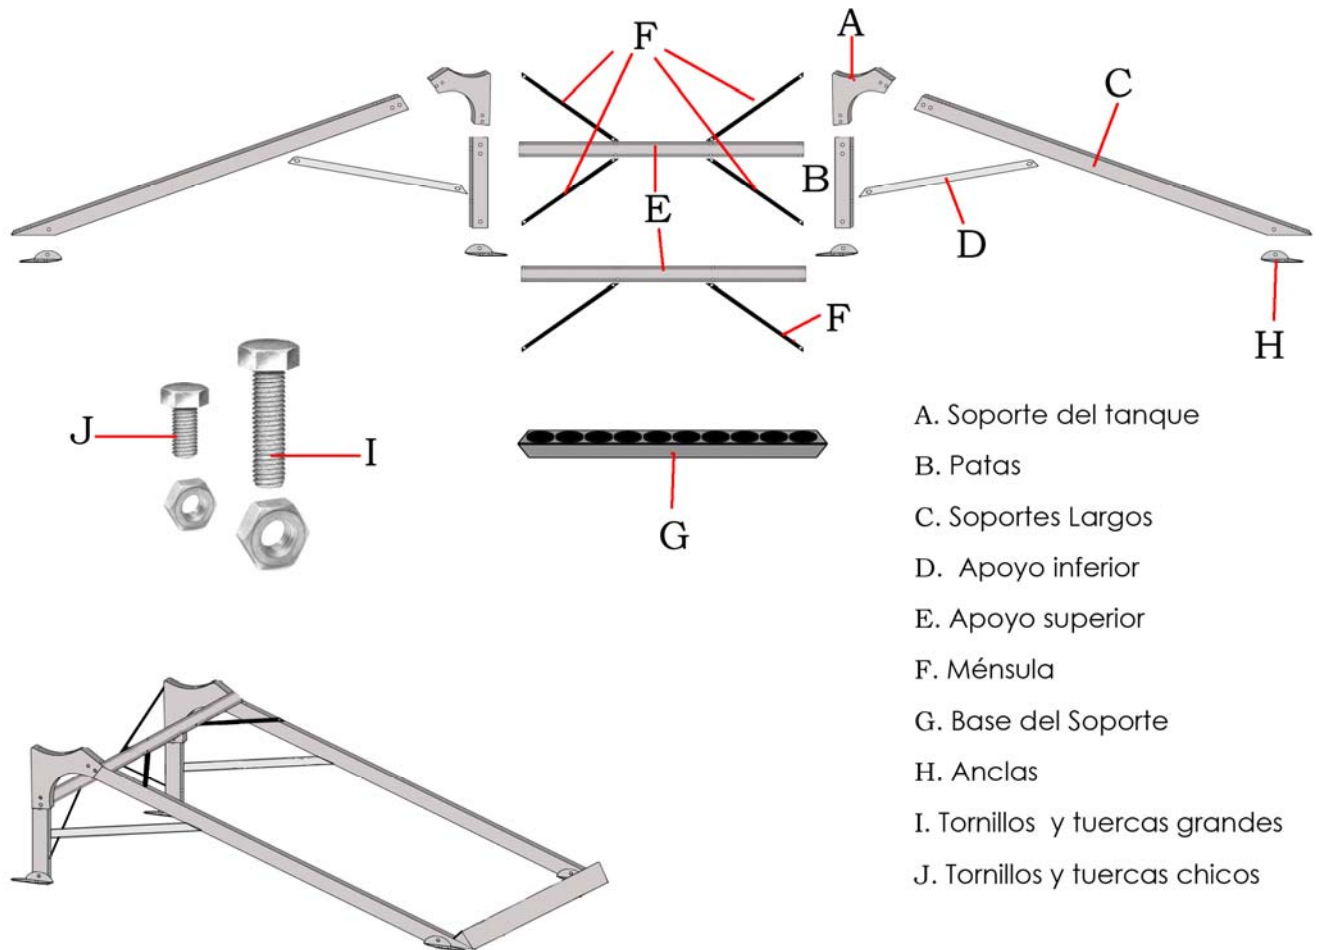

Fig.2.1
Paso 2: Ahora deberá colocar los *apoyos superiores* para unir las dos estructuras que hemos formado, uno va en la parte trasera y el otro en la parte frontal. (ver fig.2.1)
Paso 3: A continuación se fijan las *ménsulas* con el fin de reforzar las uniones entre nuestras estructuras con los *apoyos superiores* (ver fig.2.1)
Paso 4: En la parte inferior de las *estructuras laterales* se une la *base del Soporte* para los tubos colectores. (ver fig.2.1)
Paso 5: Se ponen las anclas que fijaran el calentador solar al piso. (ver fig.2.1)